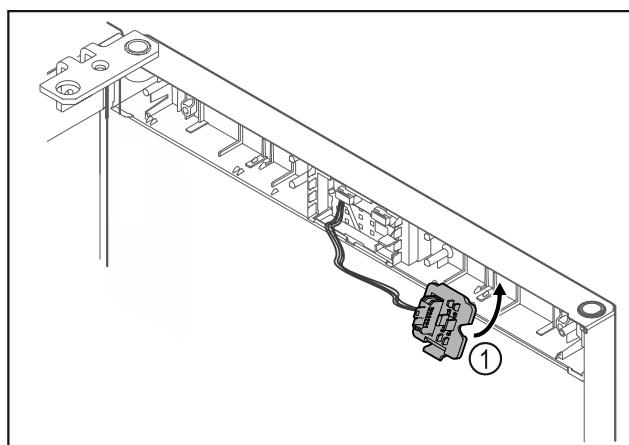

Fig. 25
► Зафіксувати кріплення штекера *Fig. 25 (1)* на протилежній стороні.